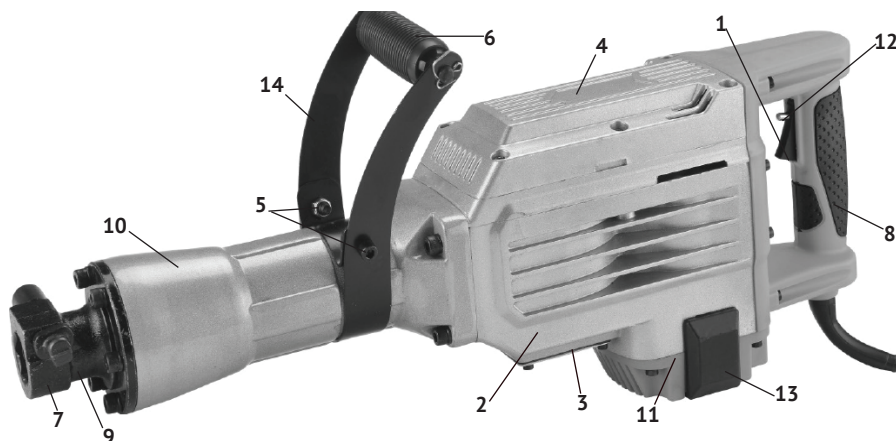

рис. 1
1.1.3 Основные узлы молотка (двигатель, редуктор и ударный механизм) расположены в металлическом корпусе (рис.1 поз.2) закрытом крышкой (рис.1 поз.4).
Крутящий момент с якоря электродвигателя, расположенного вертикально, через систему шестерён, передаётся на кривошипно-шатунный механизм. Кривошипно-шатунный механизм приводит в действие ударный узел молотка. В зависимости от вида выполняемой работы, в патрон вставляется необходимая насадка (пика, долото) с соответствующим хвостовиком. Дополнительная рукоятка (рис.1 поз.6) хомутом крепится на цилиндрической части корпуса цилиндра (рис.1 поз.10). Фиксируется рукоятка двумя винтами (рис.1 поз.5), в любом положении (от 0° до 360°), что удобно пользователю, как «правше», так и «левше».
1.1.4 Клавиша выключателя (рис.1 поз.1) расположена в передней части рукоятки (рис.1 поз.8), крепящейся к корпусу молотка (рис.1 поз.2). Во включённом положении клавиша фиксируется кнопкой (рис.1 поз.12)
Включение/отключение инструмента осуществляется нажатием/отпусанием клавиши выключателя. Для продолжительной работы молотка, клавиша выключателя фиксируется в положении «включено» кнопкой (рис.1 поз.12).
Снизу, на корпусе молотка расположено окно смазки редуктора, закрытое крышкой (рис.1 поз.3). Перед каждым использованием инструмента отвернуть крышку, проверить наличие смазки кривошипно-шатунного механизма, при необходимости добавить из ёмкости, входящей в комплект.
Общий вид молотка представлен на рис. 1
- ослабить винты фиксации (рис.1 поз.5) хомута (рис.1 поз.14) дополнительной рукоятки (рис.1 поз.6);
- включение молотка осуществляется нажатием на клавишу выключателя (рис.1 поз.1);
Для продолжительной работы клавиша выключателя фиксируется в положении «Включено» кнопкой (рис.1 поз.12). При повторном нажатии на клавишу, она и кнопка фиксации возвращаются в исходное положение «Выключено».
- демонтировать накладку щёткодержателя (рис.1 поз.13);